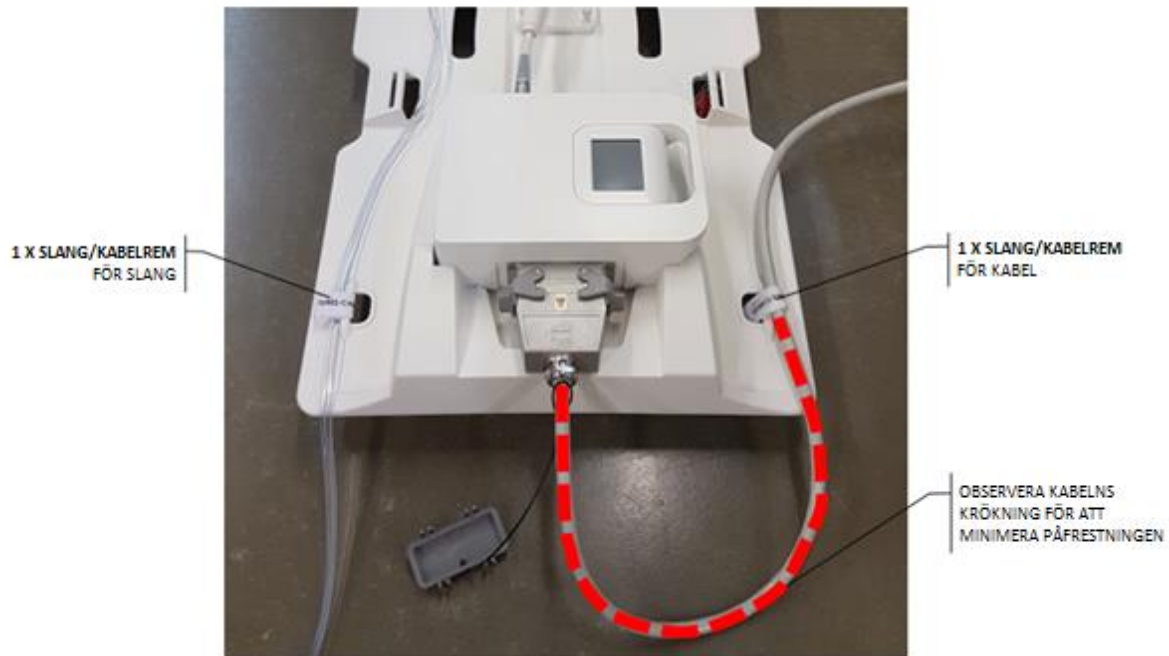

Bild 38: Slang- och kabelhantering
d) Se till att inga kablar, slangar eller annat material kan fastna när britsen är i rörelse (*Bild 38*).